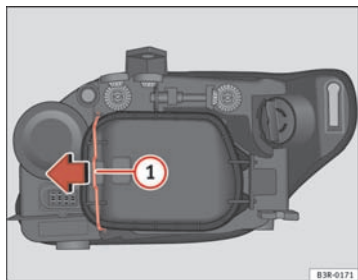

Fig. 210 Feux de croisement
Bien que ce ne soit pas nécessaire, retirez préalablement le couvercle rigide ⇒ page 287, fig. 210; il facilite le remplacement de l'ampoule de direction. ■
- Déplacez le tirant ⇒ fig. 210 ① dans le sens de la flèche et retirez le couvercle rigide en séparant d'abord le côté du tirant et en ôtant ensuite les deux languettes de l'autre extrémité du couvercle.